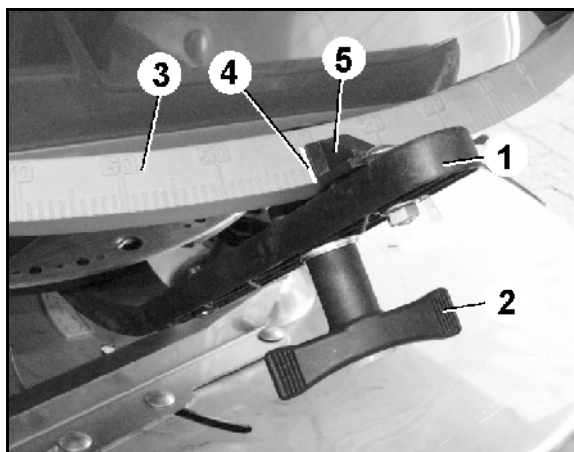

Fig. 81
Mængdeindstillingen foretages derefter på baggrund af spredetabellen ved hjælp af indstillingsgreb (Fig. 81/1).
2. Løsn vingemøtrikken (Fig. 81/2).
3. Find den nødvendige spjældstilling på skalaen (Fig. 81/3).
4. Stil aflæsningskanten (Fig. 81/4) til indstillingsgrebsviseren (Fig. 81/5) på skalaværdien.
6. Spænd vingeskruen (Fig. 81/2).